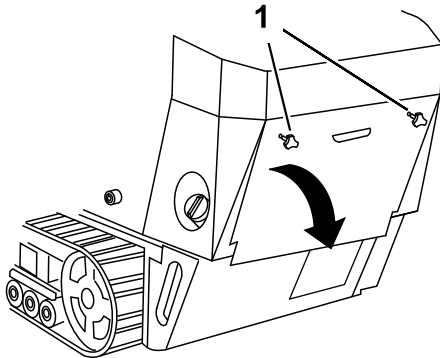

Figura 26
1. Deurubai cele 2 butoane de mână care fixează capacul de acces din spate la maină (Figura 26).
2. Înclinați capacul de acces din spate în jos și scoateți-l pentru a avea acces la componentele interne (Figura 26).